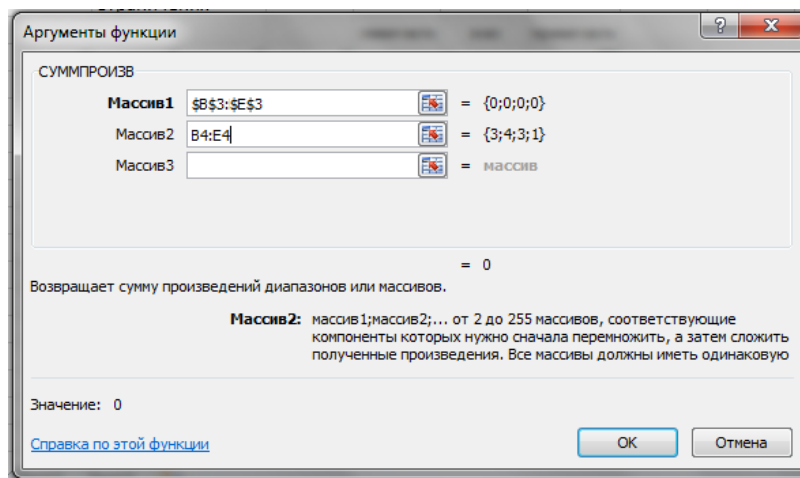

Рисунок 5 – Аргументы функции
- кнопка «ОК». На экране: в ячейку «F4» введена функция (рис. 5).